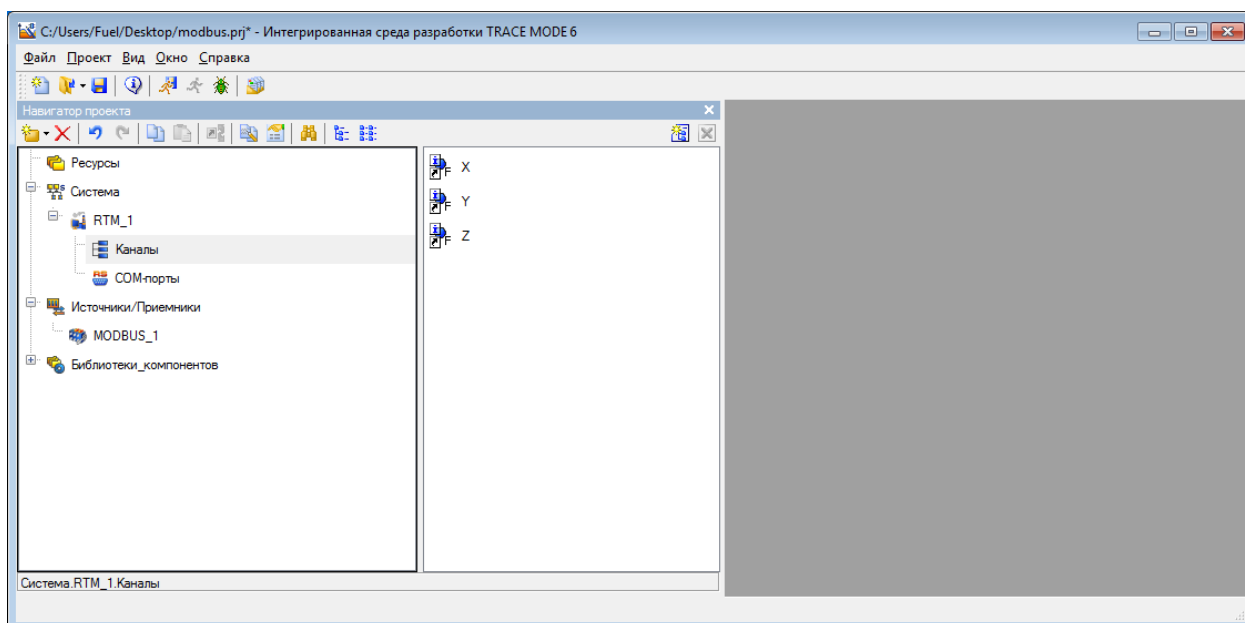

Рис. 9
- 2) Три созданных компонента перемещаем в группу «Каналы» узла «RTM\_1» (рис. 9) Настройки каждого из трех каналов TRACE MODE оставляем по умолчанию.